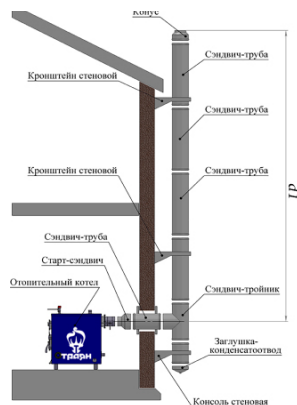

Рисунок 6.
- через стену здания (см. рис. 6).